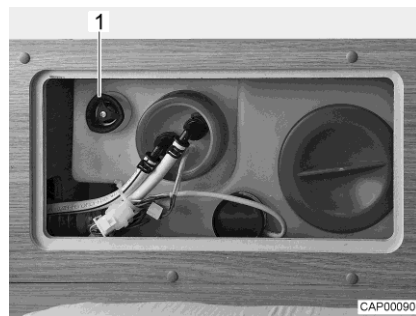

Bild 123 Wassertank mit Drehgriff
- Auf dem Wassertank den Drehgriff (Bild 123,1) im Uhrzeigersinn bis zum Anschlag drehen.
- Öffnen: ■ Auf dem Wassertank den Drehgriff (Bild 123,1) entgegen dem Uhrzeigersinn bis zum Widerstand drehen. Das Wasser läuft bis auf ca. 20 Liter aus.